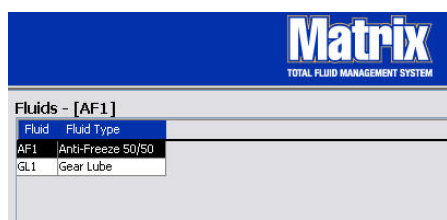

FIG. 97
6. Om de naam van een vloeistof of vloeistoftype te wijzigen (FIG. 97), markeert u de invoer op het hoofdscherf voor vloeistoffen.